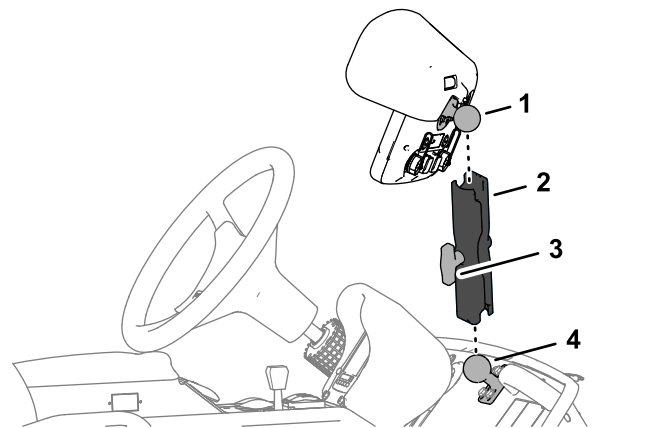

**Figure 136**
2. Fixez légèrement la plaque de renfort sur les 4 boulons à embase ( $\frac{1}{4}$  x  $1\frac{1}{2}$  po) à l'aide de 4 contre-écrous ( $\frac{1}{4}$  po), comme montré à la Figure 136.